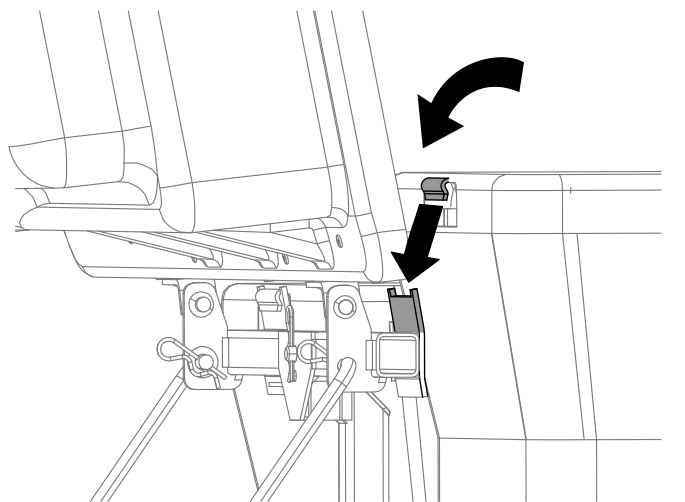

Figura 12
4. Podignite poklopac sakupljača i postavite vreće tako što ćete zakačiti kuke rama za vreće na nosače za kuke (Figura 12).